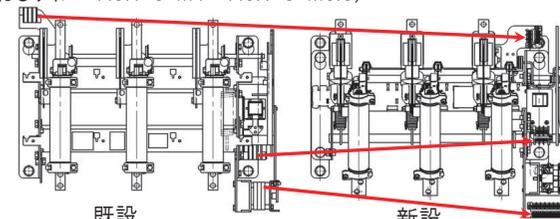

図5: 制御回路端子位置
- 制御回路端子位置が図5のように変わっています。**
**制御回路端子の位置が図5のように変わります。**
- ② 部材の準備